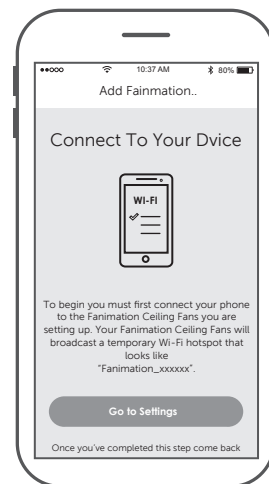

Figura 2
- ☐ 2. En este paso, el receptor Wifi de su ventilador de techo debe estar instalado y dentro del rango de su router Wifi. Con la App abierta, seleccione "añadir dispositivo". (Figura 2)